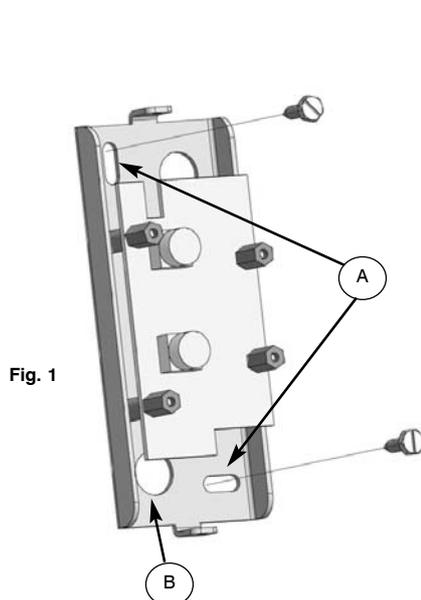

Fig. 1
- Inserte el cable de conexión con el dispositivo en el orificio B Fig.1.
- Utilice los orificios pretroquelados A Fig.1 para fijar el selector con los tornillos correspondientes, prestando atención a que la regleta de bornes esté orientada hacia abajo.